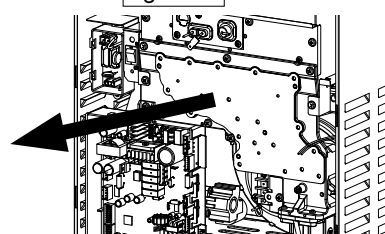

Figure 2
6. Enlever la plaque du collecteur. (Figure 2)